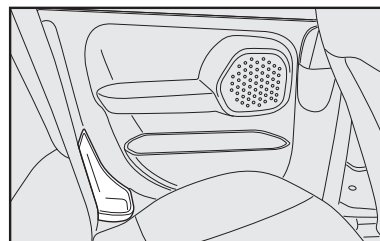

fig. 85
- lateral da porta traseira da Strada Cabine Dupla **fig. 85**.